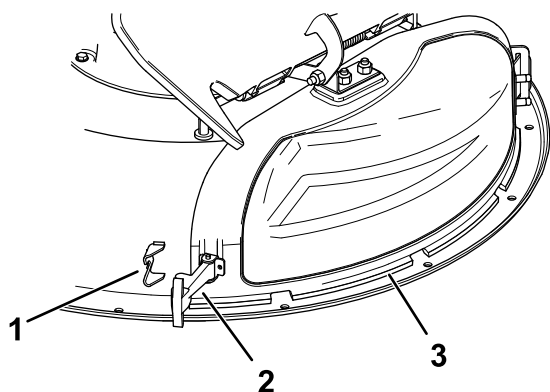

Figura 11
3. Eliberați elementul de fixare flexibil din opritorul acestuia de pe capacul de evacuare i pivotați capacul spre dreapta (Figura 11).
6. Fixai capacul de evacuare la punte prin prinderea elementului de fixare flexibil de pe capacul de evacuare în opritorul de pe punte (Figura 11).